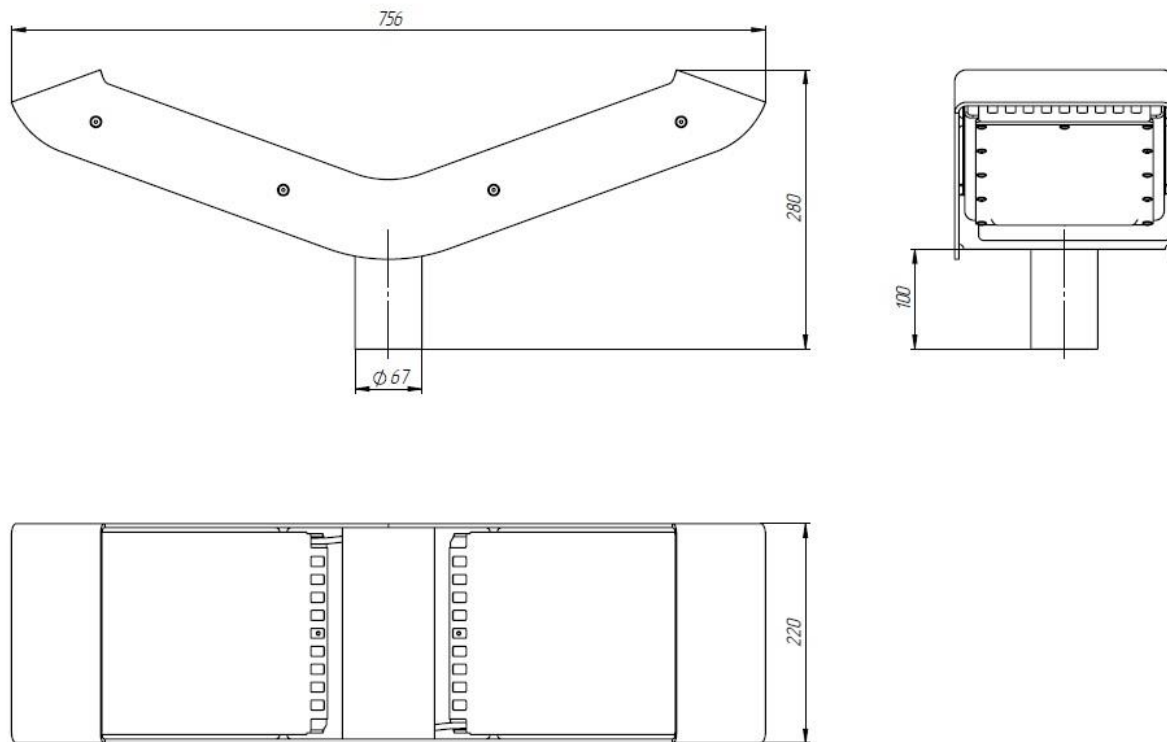

Рис.1
2.2. Габаритные и установочные размеры указаны рис.1 для RAD-CAS-Land-2*50/-/220/-/, и рис.2 для RAD-CAS-Land-15/-/220/-/.